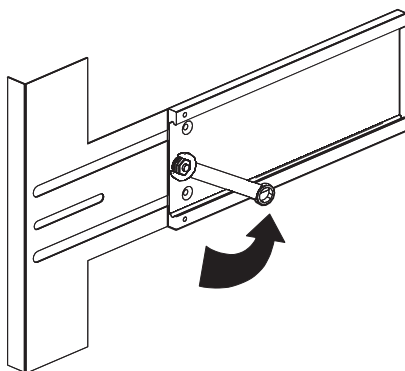

FIGURE 1-17 Dévissage des écrous de retenue des glissières
1. Retirez l'écrou et la rondelle situés à l'arrière de chaque glissière (FIGURE 1-17).